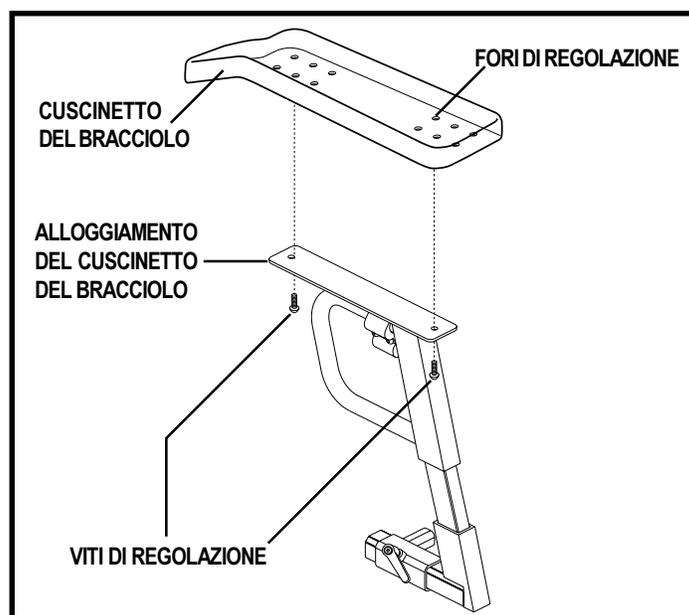

Figura 15. Regolazione della posizione del cuscinetto del bracciolo
1. Estrarre tutte le viti di regolazione dalla parte inferiore anteriore e posteriore del cuscinetto del bracciolo. Vedere figura 15.